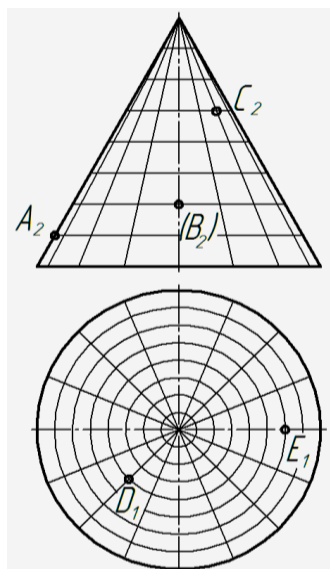

Рис. 1
68. Построить недостающие проекции точек A, B, \dots , принадлежащих поверхности конуса вращения (рис. 1) и косой плоскости (рис. 2).